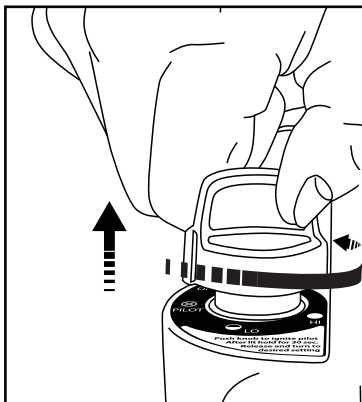

Abbildung 5: „Auslöseknopf“
- Nachdem die Pilotflamme an ist, 30 -60 Sekunden lang drücken und dann den Schalter los lassen. Den Schalter wieder vollständig auf die ausgefahrene Position drehen. Um das Heizgerät zu betreiben, den Schalter leicht drücken und langsam auf die „HOCH“- Position drehen, um die Brennliese anzuzünden. Solange auf der „HOCH“- Position lassen, bis die Brennliese hell orange scheint. Abbildung 5.